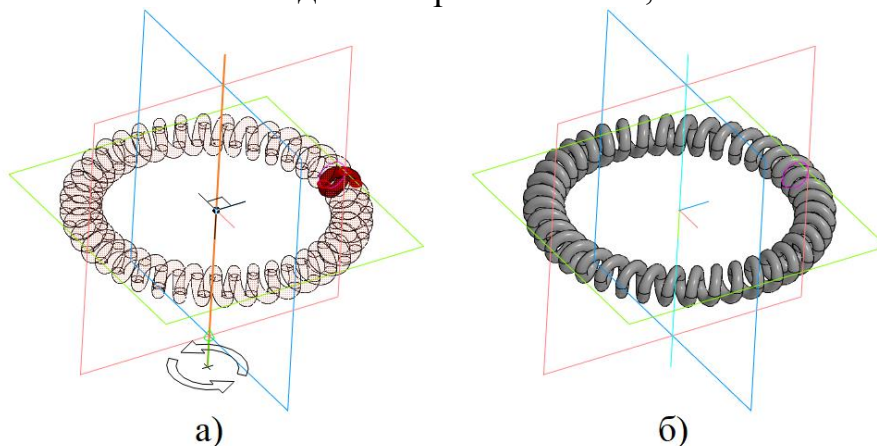

Рисунок 30 – Создание объекта с помощью массива по концентрической сетке
8. В дереве построения модели выделите два построенных ранее элемента по сечениям и вызовите команду «Массив по концентрической сетке» («Моделирование» $\Rightarrow$ «Массив» $\Rightarrow$ «Массив по концентрической сетке»). На панели управления команды укажите ось массива – построенную ранее конструктивную ось. Задайте количество экземпляров по направлению (витков пружины) – 40 и угол 360° (рисунок 30а). Нажмите кнопку создания объекта. Кольцевая пружина построена (рисунок 30б). Задайте точность отображения, цвет и оптические свойства модели. Скройте эскизы, плоскости и оси.